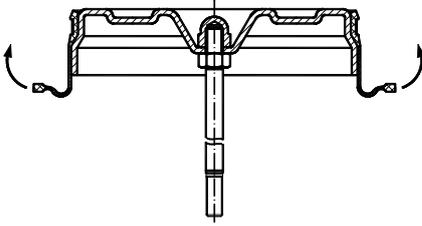

Abb. 25: Membrane samt Klemmband abziehen
7. Ziehen Sie die alte Membrane samt Klemmband nach oben ab (siehe Abb. 25).